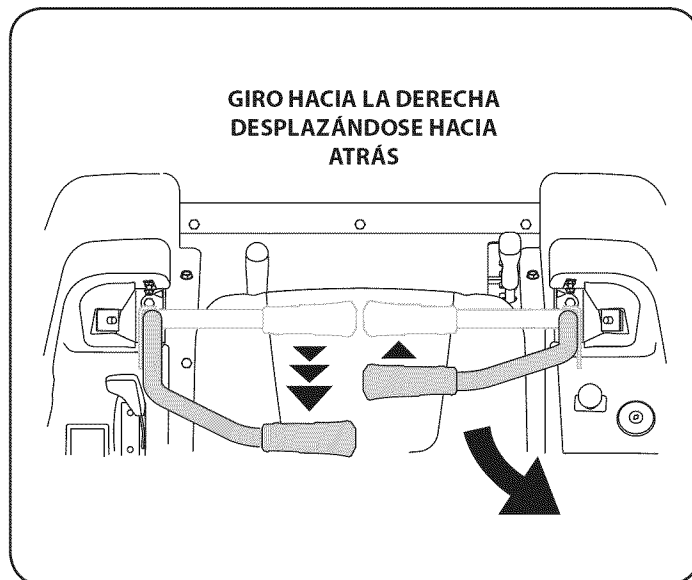

Figura 18
2. Para girar a la derecha mientras se desplaza marcha atrás, mueva la palanca de control del lado derecho hacia adelante respecto de la palanca izquierda. Vea la Figura 18.